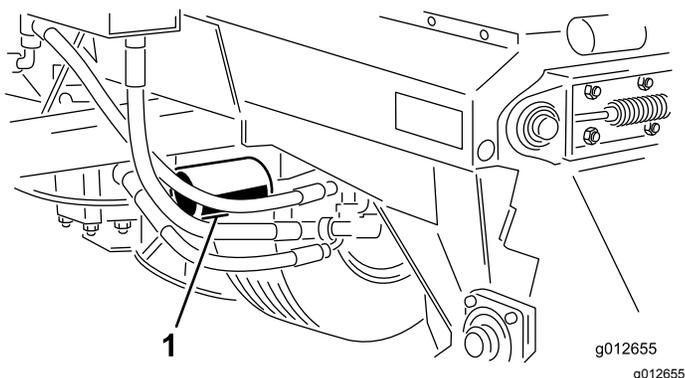

Рисунок 36
2. Очистите область вокруг фильтра и гидравлического коллектора, установите сливной поддон под фильтр и снимите фильтр (Рисунок 36).